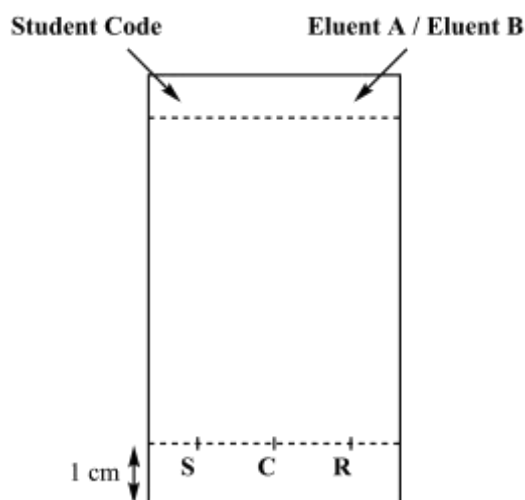

Figura 3. Preparación de la placa de TLC
- Prepare su placa de TLC.** Use un lápiz para **dibujar** cuidadosamente la línea de comienzo (1 cm sobre la parte inferior de la placa) and **marque** las tres posiciones donde va a puntear las muestras. **Etiquételas:** **S** (material de partida), **C** (producto en crudo de reacción) y **R** (producto recrystalizado), tal y como se describe en la Figura 3. En la parte superior izquierda de la placa, **escriba** su Código de Estudiante (**Student Code**). En la parte superior derecha, **anote** el eluyente que usa cada vez (primero una placa para **Eluent A**, después otra placa para **Eluent B**). **Pinche** las tres muestras en la placa de Eluent A, usando los capilares pequeños para puntear que le han sido suministrados.